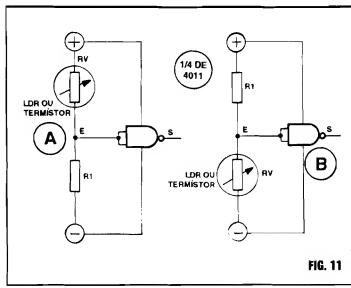
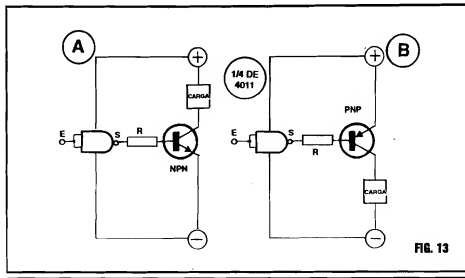

FIG. 11
FIG. 13
- FIG. 11 - DEPENDENDO DA APLICAÇÃO, TAMBÉM É POSSÍVEL EXCITAR CORRETAMENTE UMA ENTRADA DE C.MOS A PARTIR DE UM SINAL QUE VARIE "LENTAMENTE", EM TENSÃO... - Apesar da nossa "insistência" quanto à perfeita definição dos níveis aplicáveis a uma Entrada de C.MOS, existem circuitos ou funções em que a velocidade de reação ou interpretação do estado ou nível não são muito importantes para o bom andamento, para o desejado funcionamento final... Nesse caso, é perfeitamente possível excitar uma Entrada C.MOS através de sistemas de transição "lenta" de sinal ou nível, conforme exemplificamos os diagramas da figura 11...
- FIG. 13- ACIONANDO "CARGAS" SOB MAIORES CORRENTES, A PARTIR DE UMA SAÍDA DE GATE C.MOS... - Nos exemplos da fig. 11, o aproveitamento apenas da Corrente fornecida (ou "puxada"...) diretamente pela Saída C.MOS, obviamente limita muito, em termos de Potência final, as aplicações comandadas... Se quisermos acionar "cargas" que demandem Correntes mais "pesadas", basta recorrermos aos nossos "velhos amigos" amplificadores, os TRANSISTORES BIPOLARES comuns (já "mais do que estudados"...), conforme exemplificamos os dois diagramas, sendo um com unidade NPN e outro com PNP... Em qualquer caso, o terminal de base do transistor é ligado à Saída C.MOS, ou de modo direto, ou com a intervenção de um resistor, cujo valor, tipicamente, situa-se em torno de 10K, mas que pode variar, em função das necessidades de Corrente de base e do ganho do transistor, etc. Em 13-A, a carga será energizada apenas quando a Saída S do C.MOS se apresentar "alta", ficando desenergizada quando a dita Saída apresentar nível digital "baixo"... Em 13-B a situação se inverte, com a carga eletricamente acionada apenas